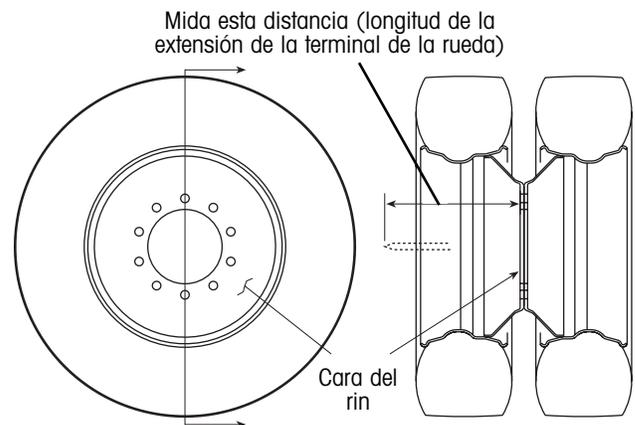

Figura 17. Midiendo la longitud de la extensión de terminal de la rueda
- a. Mida la longitud de una extensión de terminal de la rueda. Mida desde la cara externa del rin a la punta de la extensión de terminal de la rueda (figura 17).